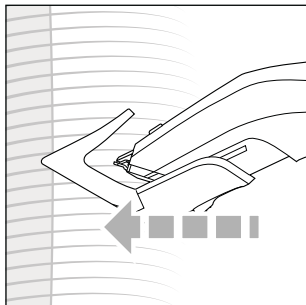

Fig. 7
- 2) Țineți aparatul astfel încât pieptenele atașabil ⑩/⑪, respectiv capul de tăiere ① să fie poziționat cât mai drept pe capul persoanei, iar lama de tăiere să fie orientată în direcția pielii capului (a se vedea fig. 7). Deplasați aparatul în mod constant și doar într-o singură direcție prin păr pentru a evita blocarea părului în capul de tăiere ①.